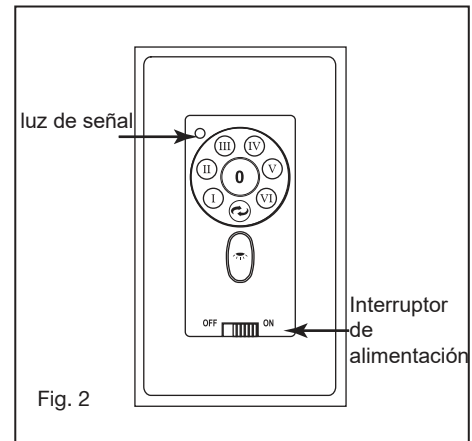

Fig. 2
- 1 Localice los 9 tornillos de fijación de la hoja. Deslice una cuchilla sobre el motor como se muestra en la Fig.2, alineando los orificios de la hoja con los orificios del borde del motor.
- 7 Luz de señalización (Fig. 2)